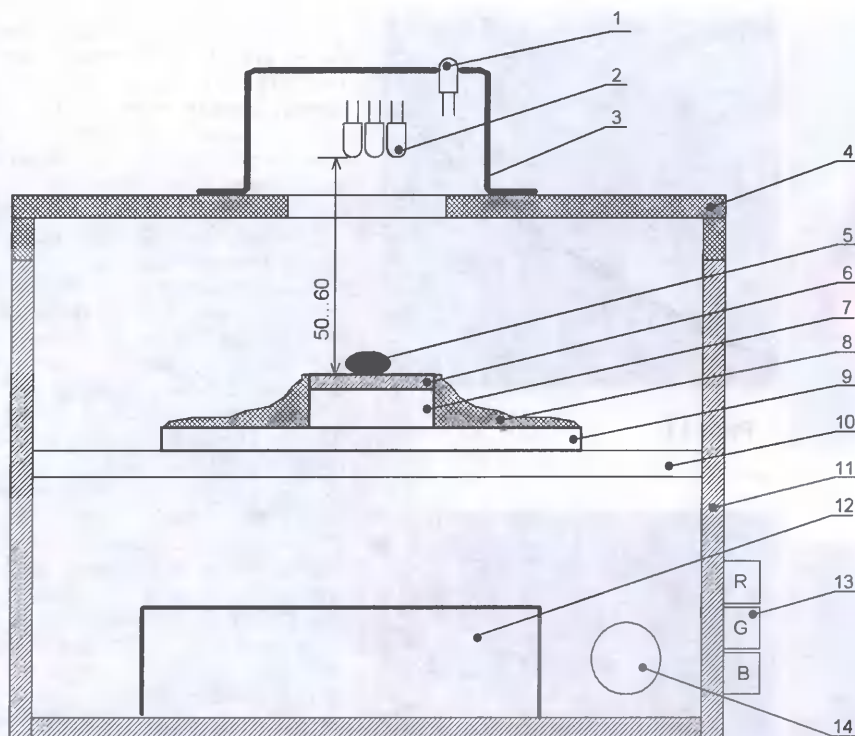
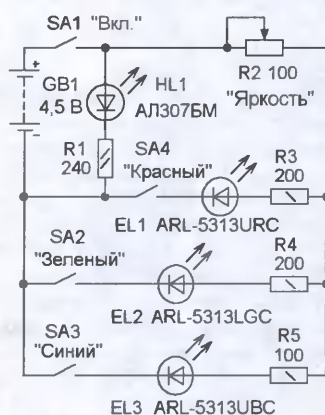

Рис. 4
Рис. 5
Конструкция микроскопа показана на **рис. 4** (без соблюдения масштаба).
Питание осветительных светодиодов (**рис. 5**) осуществляется от батареи 12 из трех последовательно соединенных гальванических элементов напряжением 4,5 В. Включение питания осуществляют выключателем SA1, светодиод HL1 (1 на **рис. 4**) — индикаторный, расположен на защитном кожухе и сигнализирует о наличии питающего напряжения. Включение осветительных светодиодов EL1—EL3 и тем самым выбор цвета освещения осуществляют выключателями SA2—SA4 (13), расположенными на боковой стенке корпуса 11.